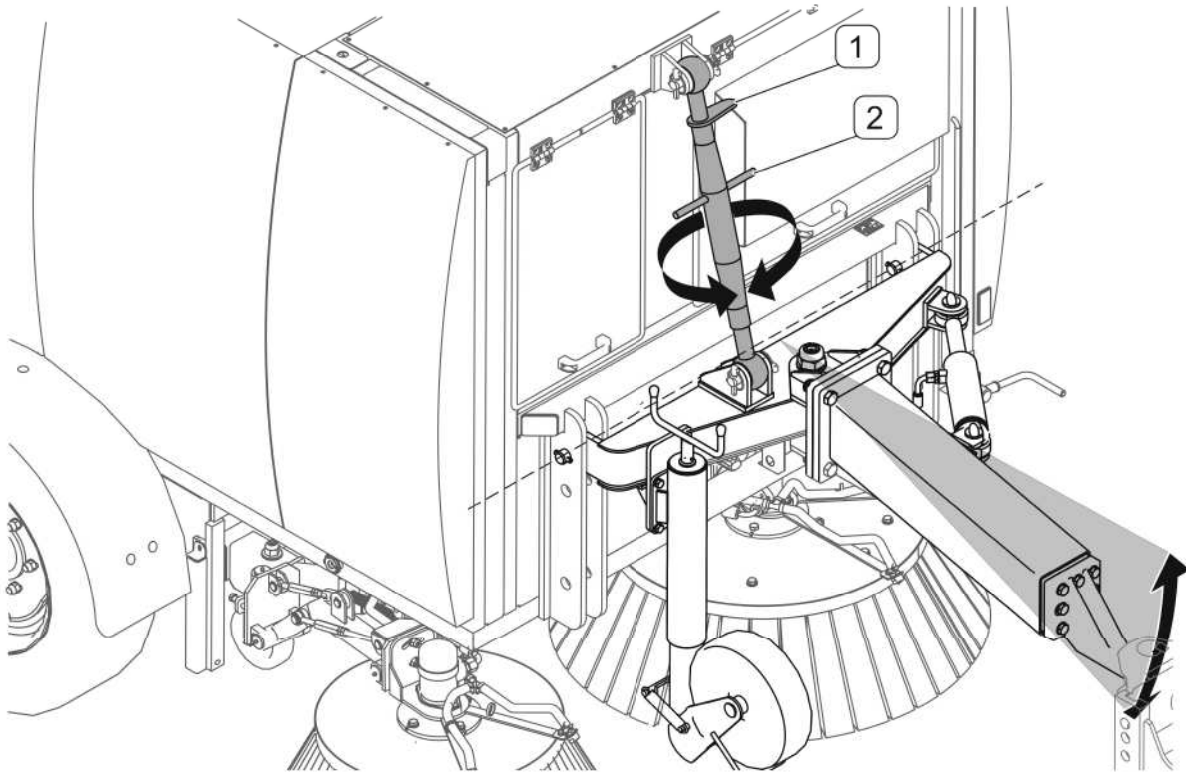

РИСУНОК 4.2А Регулирование сцепного устройства подметально-
(1)- контргайка; (2)- рычаг регулирования соединителя;
С целью оптимальной эксплуатации необходимо установить корпус машины горизонтально (РИСУНОК 4.2А), слегка отвинчивая контргайку (1) и вращая рукоятку соединителя (2). Закончив регулирование, завинтите контргайку (1).